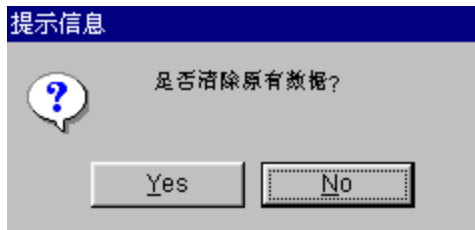
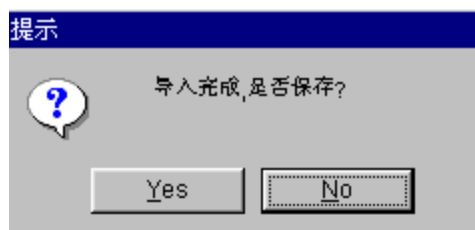

图 18
图 19
- 注意：1. 在导入文件时，系统会询问“是否清除原有数据”（见图 18）？点“**Yes**”将保存过的文件柜资料从数据库中清除，点“**No**”则不清除
2. 在图 18 中选择“**Yes**”或“**No**”后，系统会将 osys\_program.txt 文件的内容导入系统，并询问“是否保存”（图 19）？点“**Yes**”将导入的文件柜内容保存在数据库中，点“**No**”则不保存。